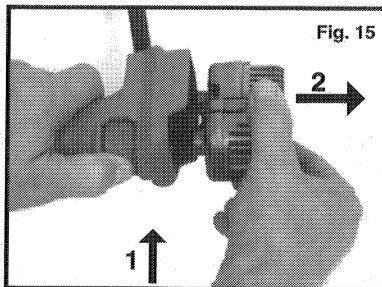

Fig. 15
- Enfoncer le verrou du détendeur (bouton rouge près du bas de la poignée) et sortir le détendeur de l'outil (voir fig. 15). (Le bouton sera plus facile à enfoncez si vous poussez en même temps sur le détendeur).